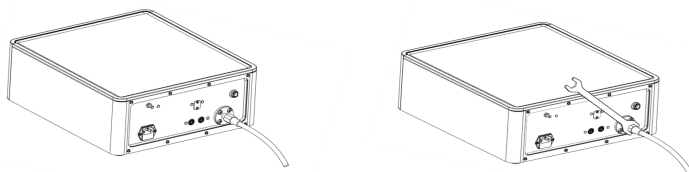

Рис. 4-1 Подсоединение соединительного патрубка редукционного клапана и его закрепление
1. Подсоедините соединительный патрубок редукционного клапана и адаптивный конец инсуффлятора к входному отверстию CO₂ инсуффлятора. Затяните соединение с усилием около 11,8 Н·м (1,2 кгс·м). См. Рис. 4-1.
1. Используйте гаечный ключ, чтобы затянуть соединение шланга подачи газа с впускным отверстием для CO₂ на задней панели инсuffлятора с усилием 11,8 Н·м (1,2 кгс·м). См. Рис. 4-1.